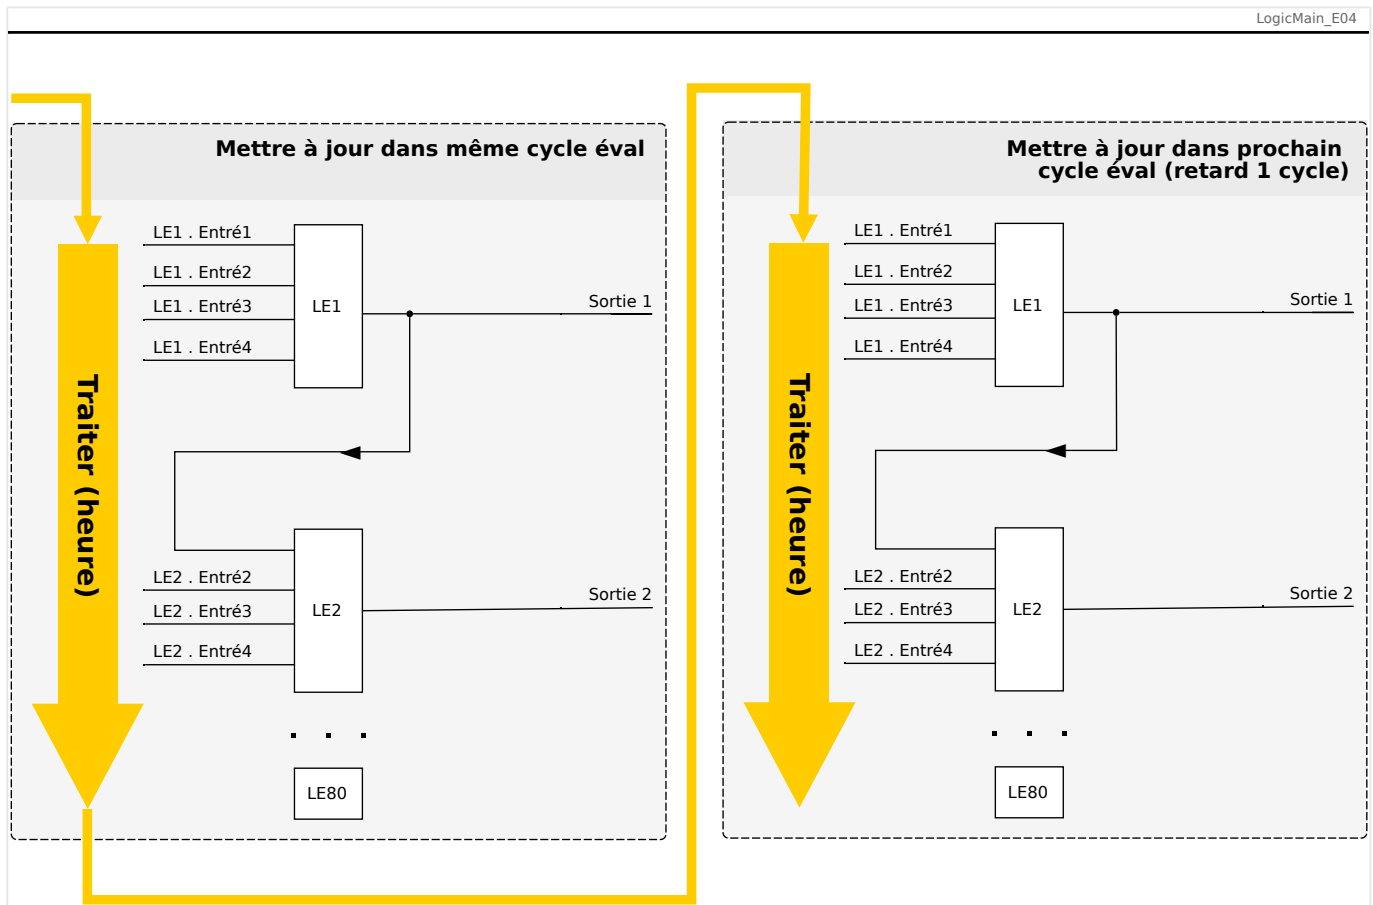
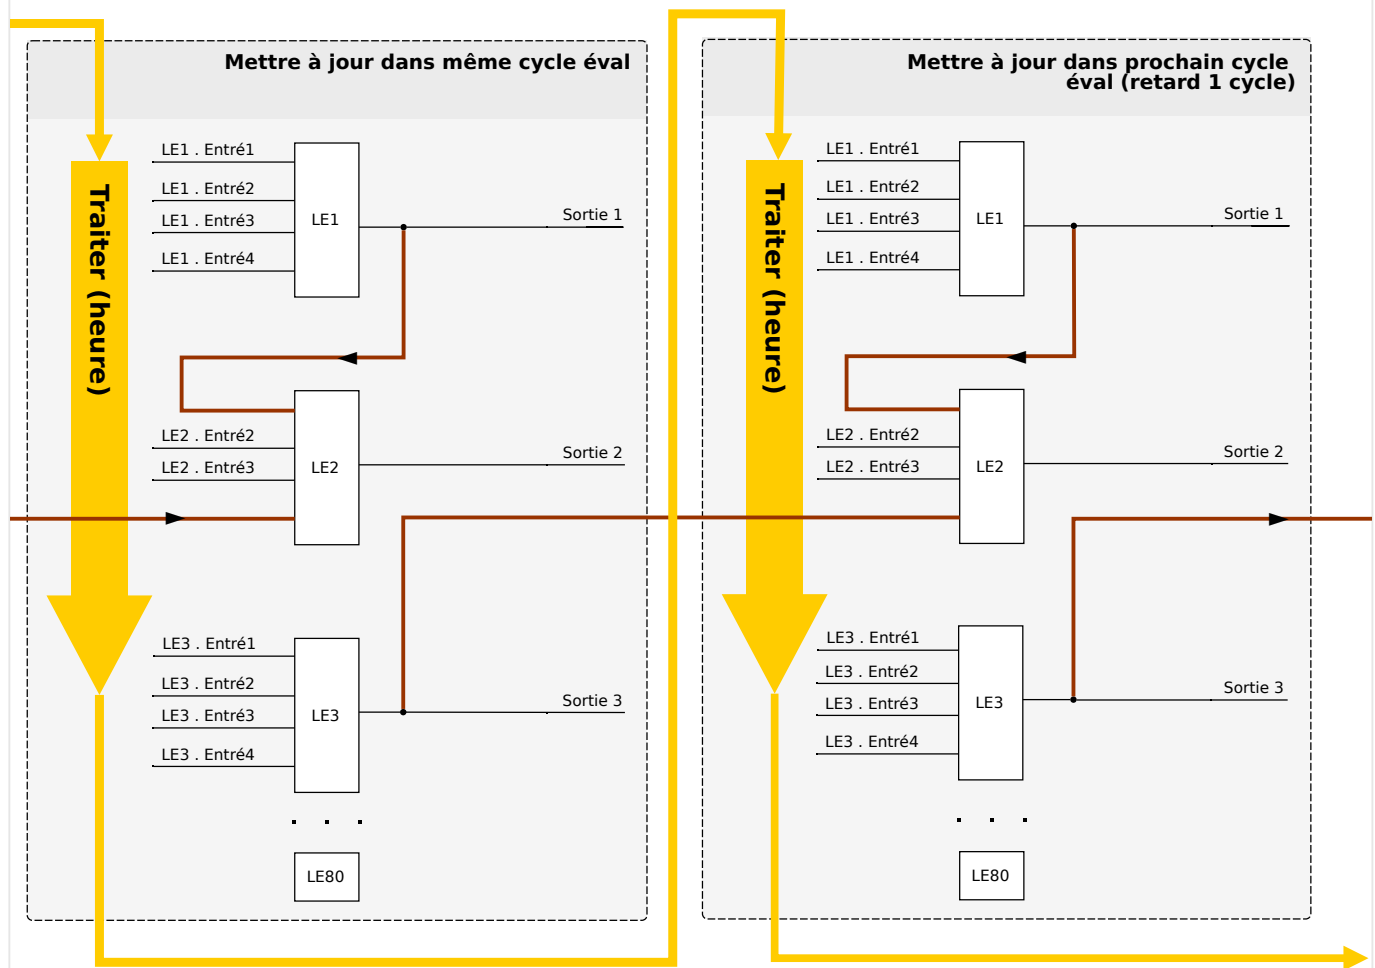

Fig. 149: En cascade ordre croissant.
Fig. 150: En cascade ordre décroissant.
- Dans une séquence **ascendante**, certaines sorties sont injectées en entrée dans une équation logique portant un numéro **plus élevé**. Par exemple, le schéma  Fig. 149 ci-dessous indique que le résultat de l'équation logique LE1 est utilisé en tant qu'entrée de l'équation logique LE2.
- Dans une séquence **descendante**, certaines sorties sont injectées en entrée dans une équation logique portant un numéro **plus bas**. Par exemple, le schéma  Fig. 150 indique que le résultat de l'équation logique LE3 est utilisé en tant qu'entrée de l'équation logique LE2.
Les séquences ascendantes et descendantes peuvent être utilisées et combinées les unes avec les autres, sans différence immédiate. Toutefois, en raison de l'évaluation de toutes les équations par ordre ascendant, les valeurs de temps de fonctionnement réelles qui sont injectées en entrée d'une équation auront un « âge » différent, comme on peut le voir dans  Fig. 149 et  Fig. 150 ci-dessous.
Dans l'exemple présenté dans  Fig. 150 ci-dessus, l'équation logique « 2 » utilise les états de sortie de deux autres équations, les équations logiques « 1 » et « 3 ». Le résultat de l'équation logique « 1 » est utilisé dans l'ordre ascendant. Il a par conséquent été évalué au cours du même cycle de traitement. Le résultat de l'équation logique « 3 » est utilisé dans l'ordre descendant. Il a par conséquent été évalué au cours du cycle de traitement précédent.